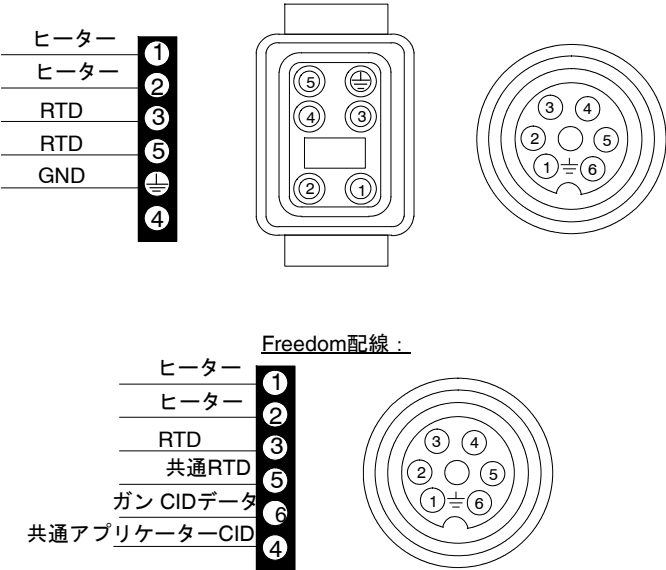

図 14： アプリケーターコードセットのピン配列
- 3. 図14を参照。ヒーター回路全体の導通をテスト（ピン1と2）：
- 4. 図14を参照。アプリケーションター温度が把握されている場合、RTD回路の抵抗値を測定します（ピン3と5）。